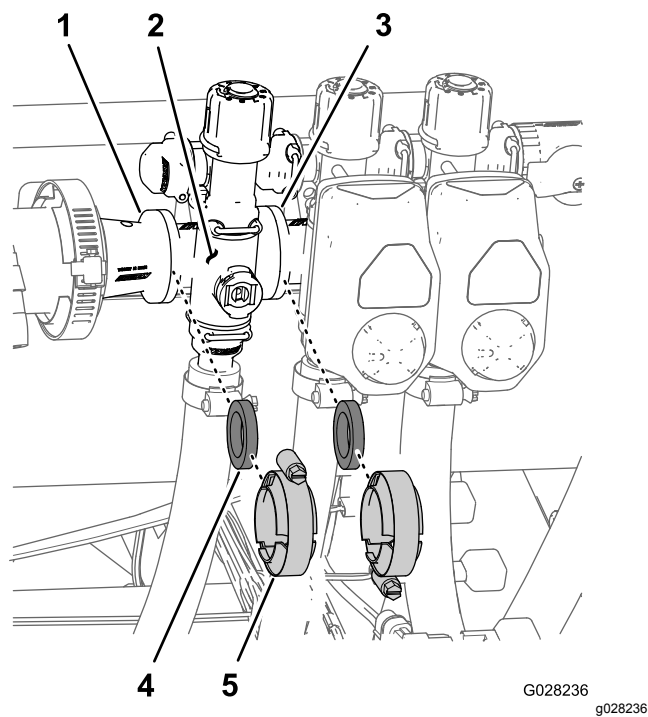

**Figure 115**
- Retirez l'étrier qui fixe le raccord de sortie à 90° à l'accouplement du collecteur de la vanne maîtresse (Figure 115).
- Retirez le boulon à embase ( $\frac{1}{4}$ " x  $\frac{3}{4}$ ") et le contre-écrou à embase ( $\frac{1}{4}$ ") qui fixent la vanne maîtresse des rampes au support, puis déposez le collecteur de la machine (Figure 115).